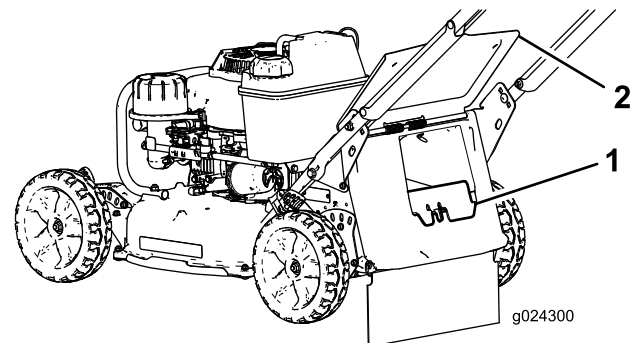

Figura 18
el conducto de descarga trasera hasta que el enganche encaje en su sitio (Figura 18).
3. Retire el tapón de descarga trasera presionando el enganche hacia dentro con el dedo pulgar y extrayendo el tapón de la máquina (Figura 18).